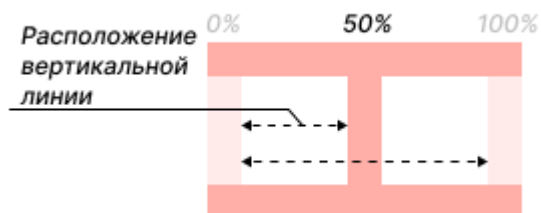

Рис. 174 Расположение вертикальной линии
- Расположение вертикальной линии – значение может быть задано в диапазоне 0 – 100% с шагом 1%. Изменение значения от 0% до 100% перемещает вертикальную линию слева направо, см. Рис. 174.